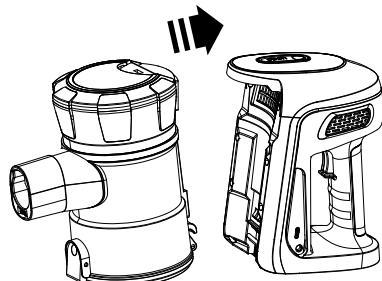

Abb. 4
1. Den Siebfilter (12) in den Staubbehälter schieben - darauf achten, dass die drei Noppen am äußeren Ring des Filters an der richtigen Stelle im Staubbehälter liegen.
2. Den Motorfilter (11) auf den Siebfilter (12) schieben.
4. Den Staubbehälter auf dem Antriebsmodul platzieren und sperren; darauf achten, dass der Haken unten am Behälter an der entsprechenden Stelle im Antriebsmodul einhaken muss; anschließend den Behälter auf das Antriebsmodul drücken (Abb. 4).